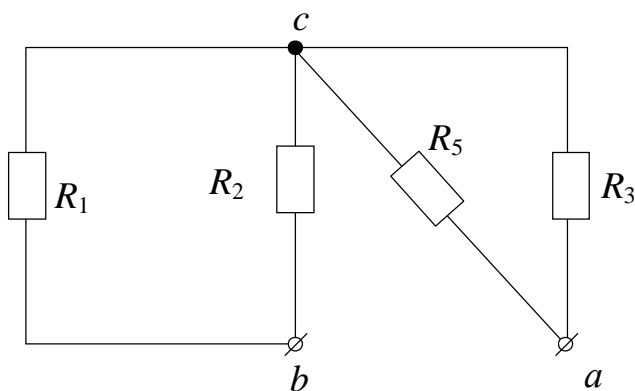

Рис. 2.11
Пассивный двухполюсник (рис. 2.11) образуется при исключении источников питания, по сохранению их внутренних сопротивлений (в данном случае нулевых).
2. Определение внутреннего сопротивления эквивалентного генератора (рис. 2.11). Как видно,  $R_1$  и  $R_2$  соединены параллельно